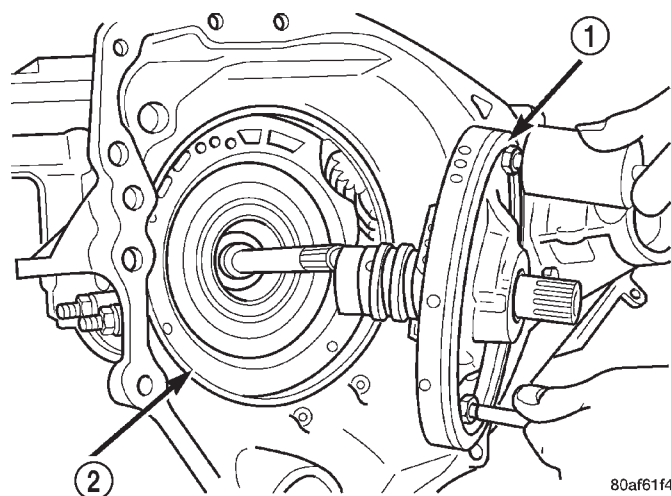

Fig. 141 Instalación de la bomba de aceite
(57) Instale el conjunto de la bomba de aceite (Fig. 141).